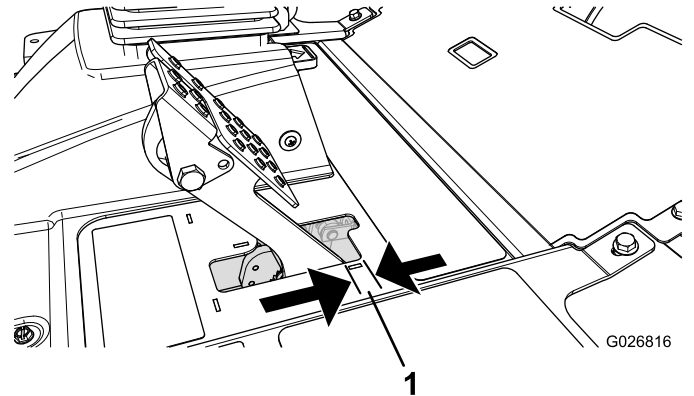

図 113
4. ブレーキペダルを軽く踏んで、ペダルの遊び抵抗なく動く距離を測定する 図 113。
**注** ブレーキペダルの「遊び」 図 113 が 2.5 cm 以上となったり、駐車ブレーキを掛けるのに強い力が必要と感じられるようになったら、調整を行ってください。
6. 図 113 後ナットを締めてケーブルを後方に移動させて、駐車ブレーキがホイールに作用するまでのブレーキペダルの遊びが 6-13 mm なるように調整する。